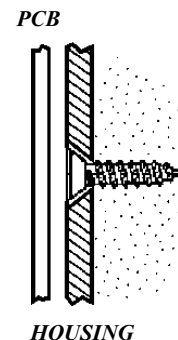

*Figura 2:
6. Montare la copertura posteriore alla parete con due viti e ricollocare il PCB. Installare il fondo del contenitore e riposizionare lo stampato, facendo attenzione che la viti di fissaggio non tocchino lo stampato – *vedere Figura 2*.